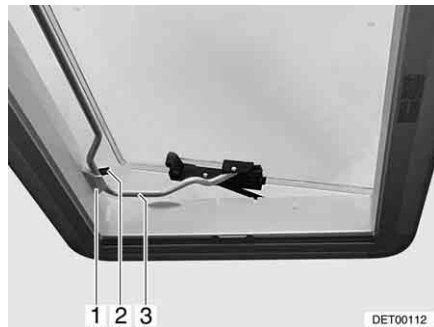

Bild 66 Heki-Dachhaube in Lüftungsstellung 2
- Bügel (Bild 66,3) in die Halterung (Bild 66,1) einlegen.
- Hebel (Bild 66,2) über den Bügel legen.